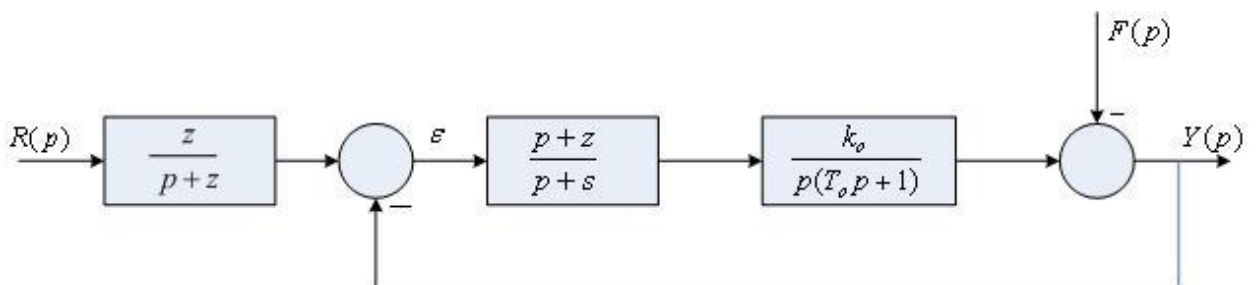

Рис. 5. Структурная схема САУ
4. Настройте параметры регулятора системы с аperiodической реакцией, состоящей из функционально необходимых элементов. Структурная схема системы приведена на рис. 5, исходные данные для первого варианта – в табл. 7.
4. Настройте параметры регулятора системы с аperiodической реакцией, состоящей из функционально необходимых элементов. Структурная схема системы приведена на рис. 5, исходные данные для второго варианта – в табл. 7.
4. Настройте параметры регулятора системы с аperiodической реакцией, состоящей из функционально необходимых элементов. Структурная схема системы приведена на рис. 5, исходные данные для третьего варианта – в табл. 7.